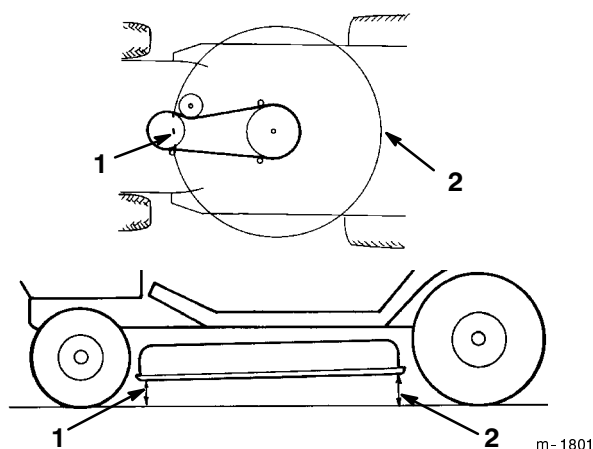

Figure 48
5. Contrôlez l'inclinaison avant/arrière en mesurant la hauteur du bas du plateau de coupe (au centre, à l'avant et à l'arrière) par rapport au sol plat (Fig. 48). Si l'avant de la machine est plus de 16 mm plus bas que l'arrière, un réglage est nécessaire (voir les étapes 6-10).